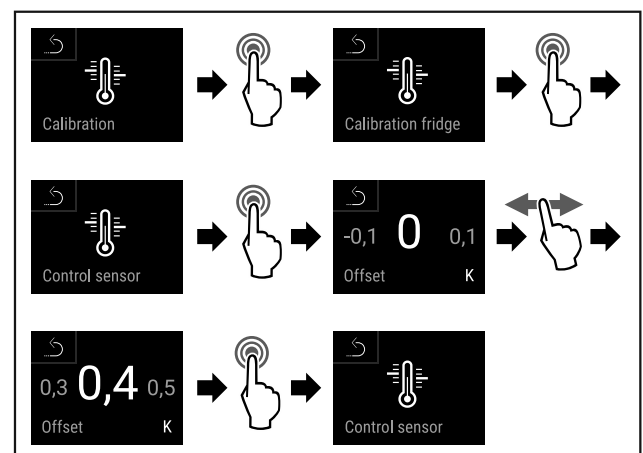

Fig. 137
- ▶ Efectuați pașii de acțiune (vezi Fig. 137).